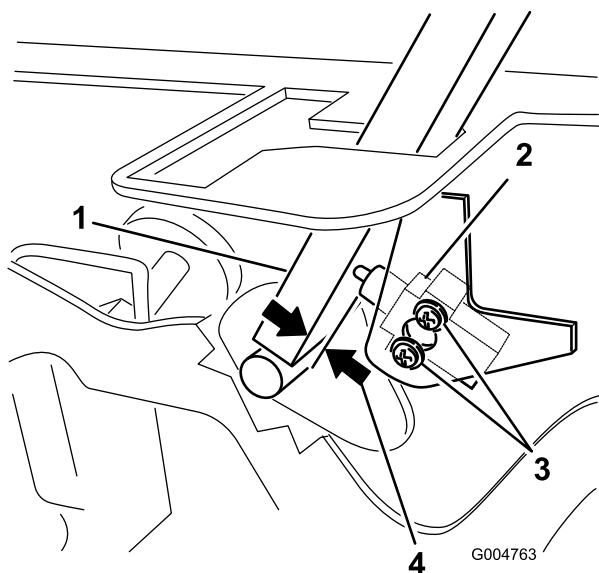

Figure 70
3. Desserrez les 2 vis de fixation du contacteur de sécurité (Figure 70).
4. Maintenez le levier de commande contre le châssis et rapprochez le contacteur du levier jusqu'à ce qu'ils soient espacés de 0,4 à 1 mm (0,015 à 0,045") (Figure 70).